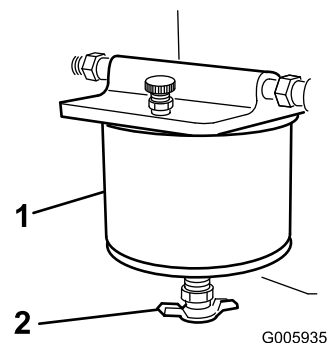

Figura 31
4. Gire la válvula de drenaje hasta que salga agua del filtro (Figura 31).